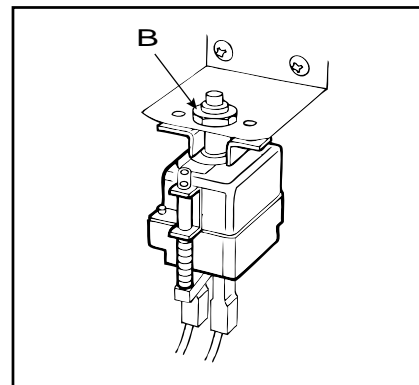

fig. 8
- 3) Sfilare i fili dei termostati e svitare il fissaggio (**B** - fig. 8) del termostato di sicurezza o le viti del termostato di cottura fissato nel retro del pannello comandi;